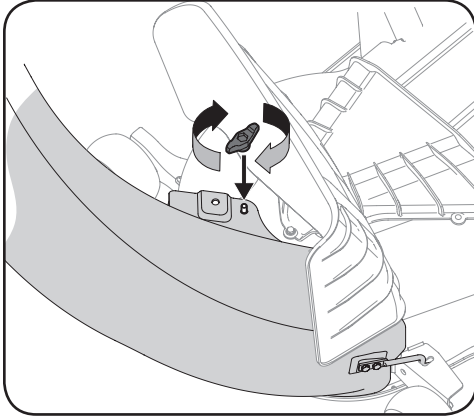

Figure 4-32
- Fixez le poids et les plaques de poids aux supports de suspension à l'aide de deux vis à tête hexagonale de 3/8 po (710-3085) et de deux écrous (712-04065) comme illustré à la Figure 4-32.